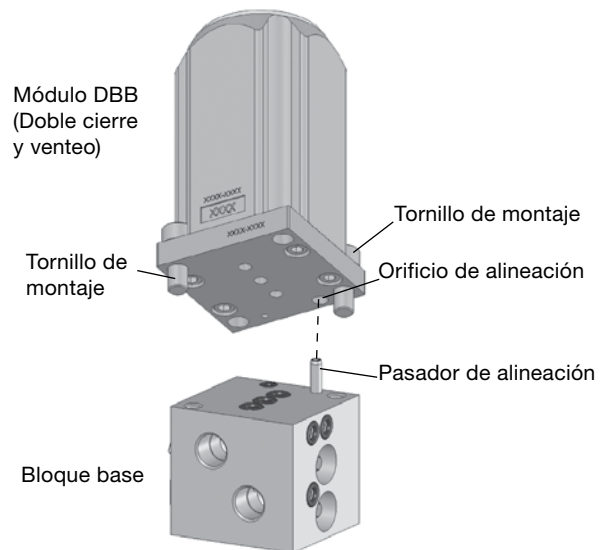

Fig. 4
6. Instale un **módulo DBB** en cada **bloque base** encajando el **pasador de alineación** en el orificio de alineación del módulo DBB. Con dos **tornillos de montaje** (de #10-32 x 1/2 pulg. y cabeza hexagonal estándar de 5/32 pulg.) apriete el módulo DBB al bloque base entre 2,8 y 4,0 N·m (25 y 35 pulg.-lb). Ver Fig. 4.